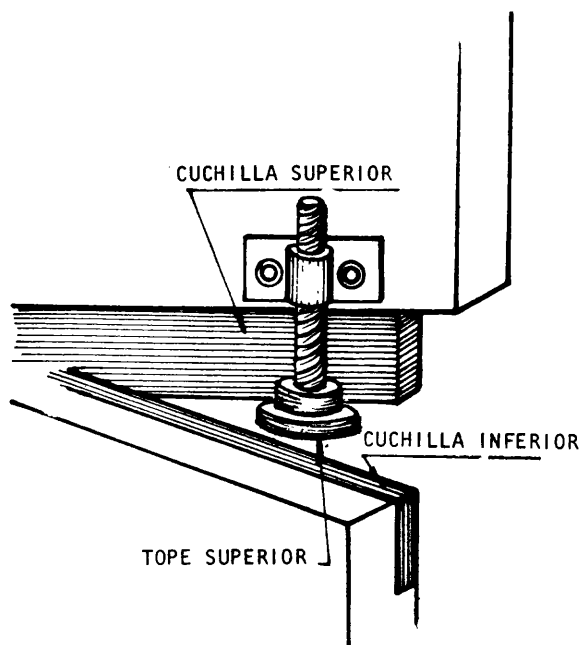

Fig. 2
- a Regule la pieza de tope superior de acuerdo al espesor de la chapa (fig. 2).